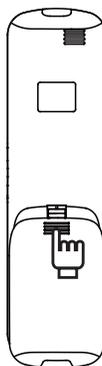

Figura 6
1. Deslize a tampa das pilhas na parte de trás do controle remoto na direção indicada pela seta (Figura 6);